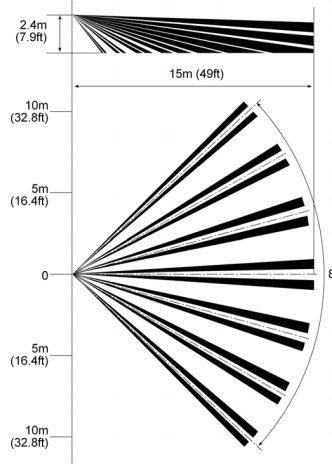

Fig 4A Lens Pattern I Patrón de la lente I Portée de la lentille I Area di rilevazione I Charakterystyka detekcji
Choose a location most likely to intercept an intruder. See detection pattern (Fig. 4A). The Quad high quality sensor detects motion crossing the beam; it is less sensitive detecting motion towards the detector. The LC-100-PI / LC-120-PI perform best when provided with a constant and stable environment.
- Connect wire to terminal block. (Fig. 4A)
**NOTE:** The "SENS" potentiometer may need to be adjusted to the Maximum position in order to achieve maximum area of coverage as indicated in Fig. 4A.
Esoja una ubicación en la que estime más probable la intercepción de un intruso. Véase el patrón de detección (Fig. 4A). El detector Quad de alta calidad detecta el movimiento que cruza el haz, y es menos sensible en la detección del movimiento hacia el propio detector. El LC-100-PI / LC-120-PI presenta un comportamiento óptimo en un entorno constante y estable.
- Conectar los alambres en los bloques de terminales. (Fig. 4A)
**NOTA:** Puede que tenga que ajustar el potenciómetro "SENS" a la posición Máxima para conseguir la máxima superficie de cobertura, tal y como se indica en la fig. 4A.
Choisissez l'emplacement le plus approprié pour intercepter un intrus. Voir la portée de détection (Fig. 4A). Le capteur Quad haute qualité détecte tout mouvement croisant le faisceau ; la détection du mouvement est moins sensible en se rapprochant du détecteur. Les performances du LC-100-PI / LC-120-PI sont optimales lorsqu'il se trouve dans un environnement constant et stable. Évitez les emplacements suivants
- Reliez le fil au bloc terminal. (Fig 4A)